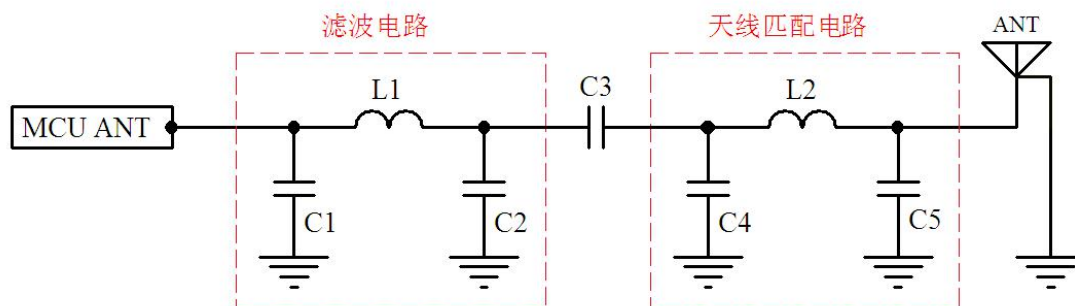

图 5
1. 发射杂散主要为二次谐波、三次谐波等谐波，可在原天线匹配电路基础上增加低通滤波电路，如图 5 所示，滤波电路的参考取值（C1 为 0.8pF、L1 为 3nH、C2 为 0.8pF），可根据实际情况进行参数的调整；天线匹配电路的取值（C4、L2、C5 的数值）需根据天线的阻抗匹配来定；而 C3 为滤波电路与天线匹配电路的连接电容（C3 一般取值为 10~20pF），便于调试及测试，根据 LAYOUT 空间决定是否预留。